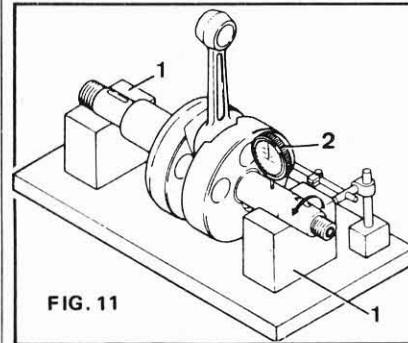
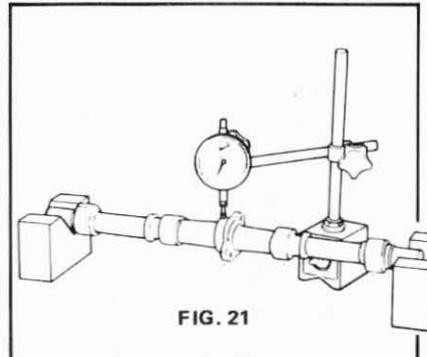

FIG. 11
FIG. 21
b) Faux-rond du vilebrequin (fig. 11)
La figure 21 montre le contrôle du faux-rond d'un arbre à cames, et la figure 11 illustre celui d'un vilebrequin. Pour des pièces parfaitement cylindriques (axes
Dans ce cas, il faut percer dans le trou endommagé à un diamètre légèrement inférieur à celui du filet rapporté, puis tarauder et enfin mettre en place le filet rapporté (fig. 21 bis).
FIG. 21 bis